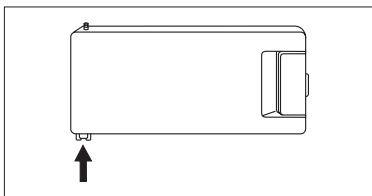

Bild 7
- Gefrierfachtür um 180° drehen und wieder einsetzen. (Bild 7).